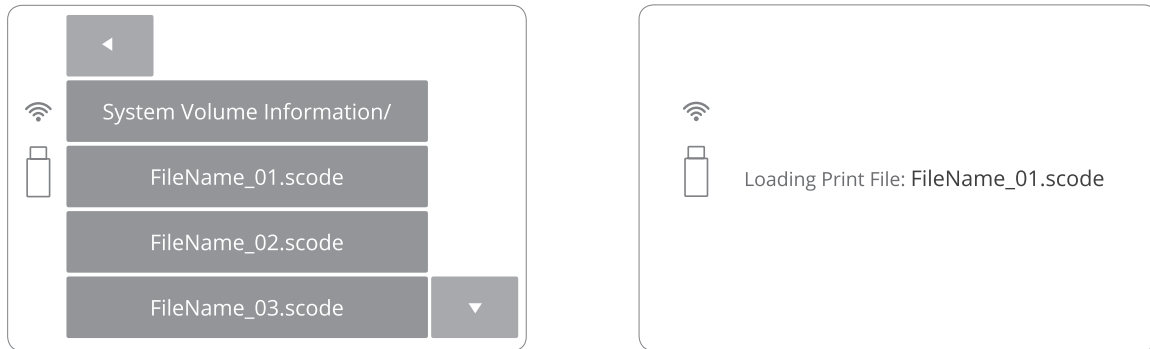

Abbildung 15. Laden der Bildschirme für den Dateidruck.
6. Titel von Projektdateien werden angezeigt. Pfeile helfen beim Navigieren durch Ordner und Dateien (Abbildung 15).
7. Nach Auswahl einer Datei wird diese in den Speicher des Geräts geladen (Abbildung 15).